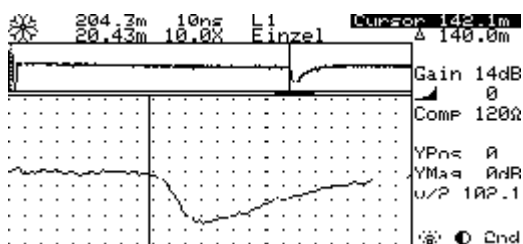

Fig 4 Feil som forårsaker en negativ refleksjon
- (1) Kortslutning: Direkte kontakt mellom to ledere i kabelen. Dette forårsaker en klar negativ refleksjon på ekkogrammet (skjermen), se Fig 4.